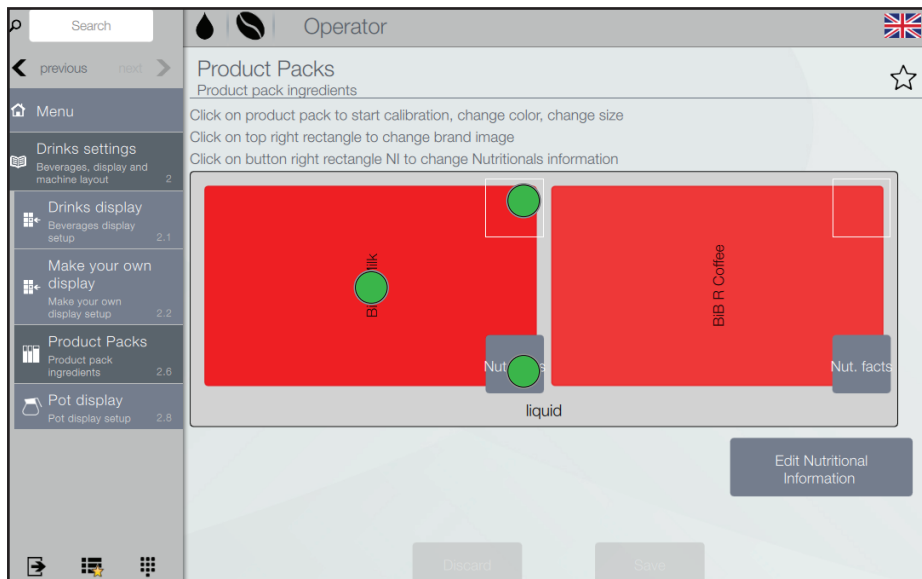

図6.10 - 製品パッケージ
- 画面 (図 6.10) にある希望の製品パッケージをタッチして、次を行います。